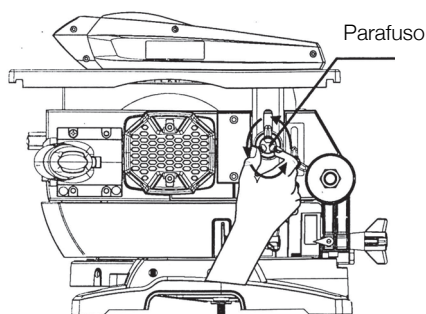

Figura 6 - Liberação do cabeçote
- Afrouxe o parafuso de ajuste da altura da bancada, girando-o no sentido anti-horário. Em seguida, levante a bancada até a altura desejada e fixe-a novamente apertando o parafuso no sentido horário. **(Figura 6)**